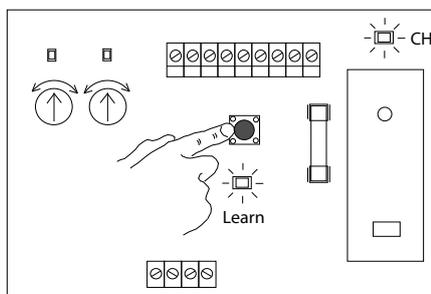

Fig. 4.8.3
Pour changer de canal de télécommande, appuyez 4 fois sur le bouton rouge en moins de 3 secondes au total. La sélection est confirmée par la LED témoin verte (CH). Voir figure 4.8.3.